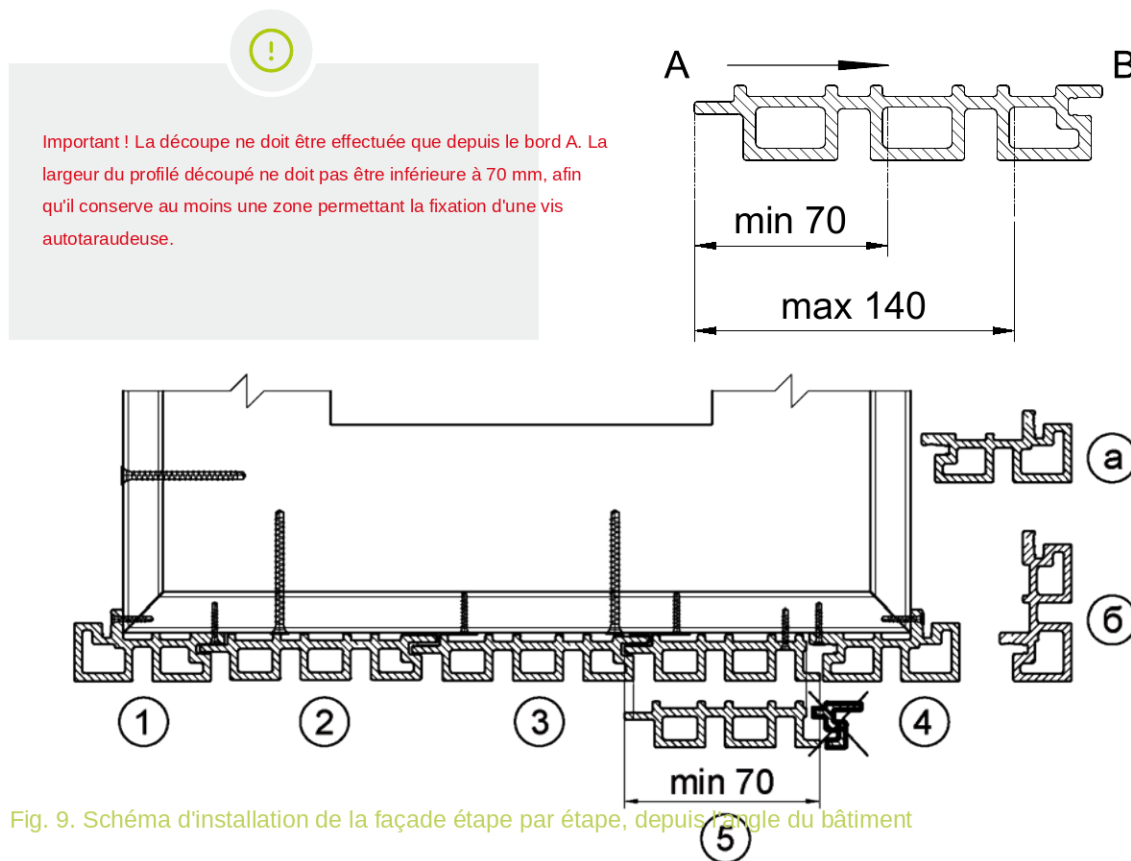

Fig. 9. Schéma d'installation de la façade étape par étape, depuis l'angle du bâtiment
- ♦ Étape 4 : fixez le profilé AC 20 à l'angle du bâtiment selon l'une des méthodes A ou B (voir Fig. 9). Étape 5 :
Lors de l'installation du profilé de façade à l'étape (5), afin d'aligner l'ensemble de la façade dans un même plan, fixez le clip supplémentaire (c), dos contre le profilé de support, et fixez le profilé à l'aide de vis autotaraudeuses (voir Fig. 9).